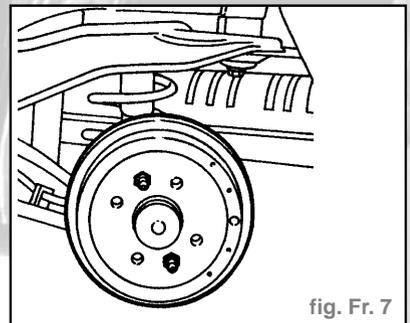

fig. Fr. 7
- Dévisser les vis de fixation du tambour de freins et l'enlever (fig. Fr. 7).